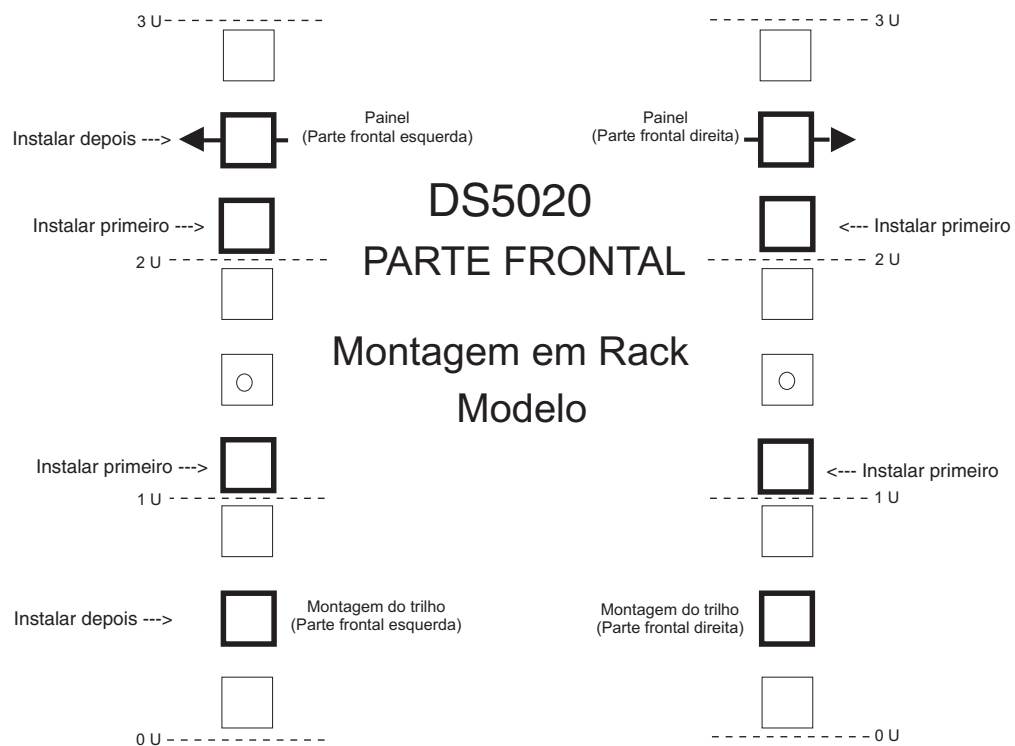
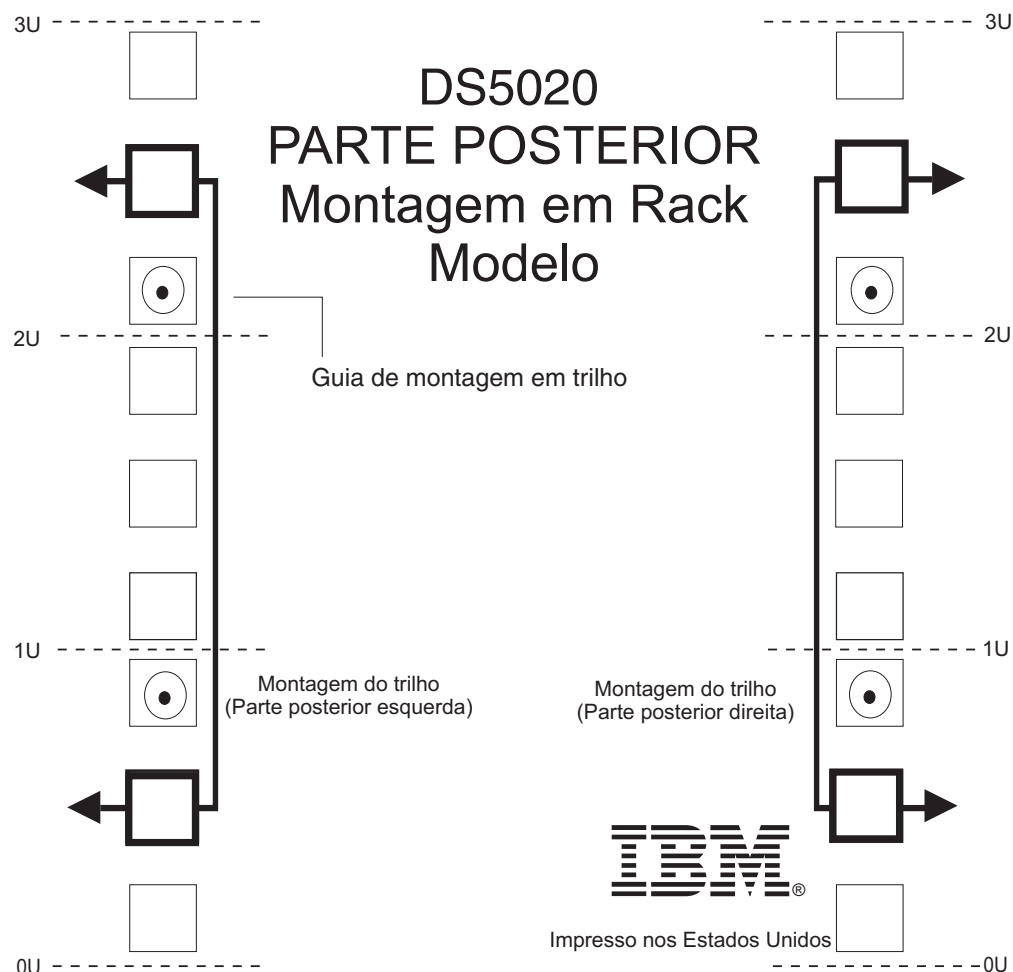

Figura 13. Gabarito de Montagem da Parte Frontal do Rack
Figura 14. Gabarito de Montagem da Parte Traseira do Rack
Use os modelos a seguir (Figura 13 na página 38 e Figura 14 na página 39) para identificar os locais adequados para inserção de parafusos M5 ao montar os trilhos de suporte e o subsistema de armazenamento DS5020 em um gabinete de rack. Os locais dos parafusos M5 estão destacados nos gabaritos.
Importante: Cópias duplicadas dos gabaritos de montagem do rack são fornecidas no Apêndice B, “Modelos de montagem em rack”, na página 185. Se desejar destacar os modelos deste documento, use as cópias em Apêndice B, “Modelos de montagem em rack”, na página 185. Use os modelos anteriores (Figura 13 na página 38 e Figura 14 na página 39) para identificar o local adequado para inserção dos parafusos M5 ao montar os trilhos de suporte e o subsistema de armazenamento DS5020 em um gabinete de rack. Os locais dos parafusos M5 estão destacados nos gabaritos.
- A borda no trilho se alinha à parte inferior do subsistema de armazenamento (o limite 0U em Figura 14 na página 39).
Nota: Certifique-se de instalar o parafuso identificado como *instalar primeiro* na Figura 13 na página 38.